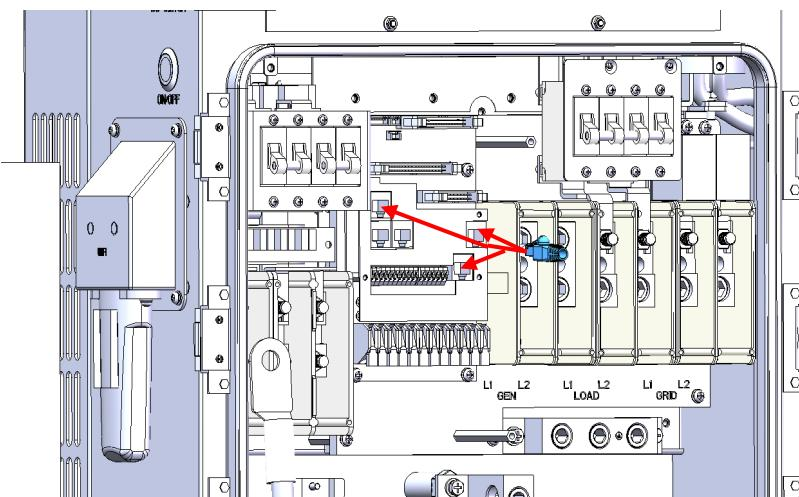

图1
- 2、通讯线接插方式如图1所示，找到对应接口直接按压入内；